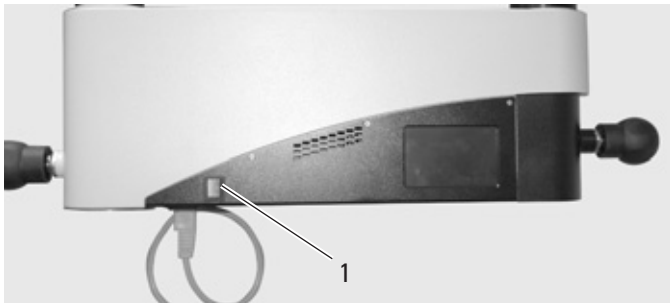

Bild 1
- ⇒ Operationsmikroskop Leica M620 ans Netz anschliessen und Hauptschalter (1) einschalten (Bild 1).